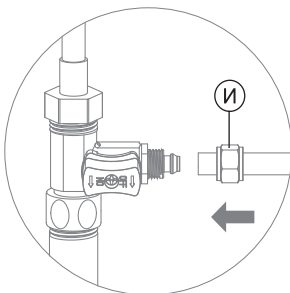
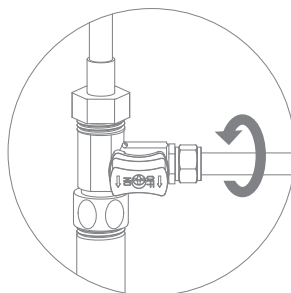

Рис. 13
Рис. 14
2. В гайку (И) вставьте пластиковую трубку, идущую на вход в систему (рис. 13). Конiec трубки наденьте на штуцер адаптера-вентили до упора и плотно закрутите гайку (рис. 14).